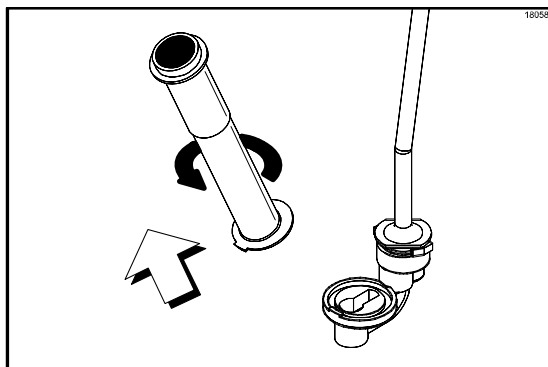

Figura 79
11. Remova o cilindro do corpo da válvula girando-o no sentido anti-horário (Veja a Figura 79).